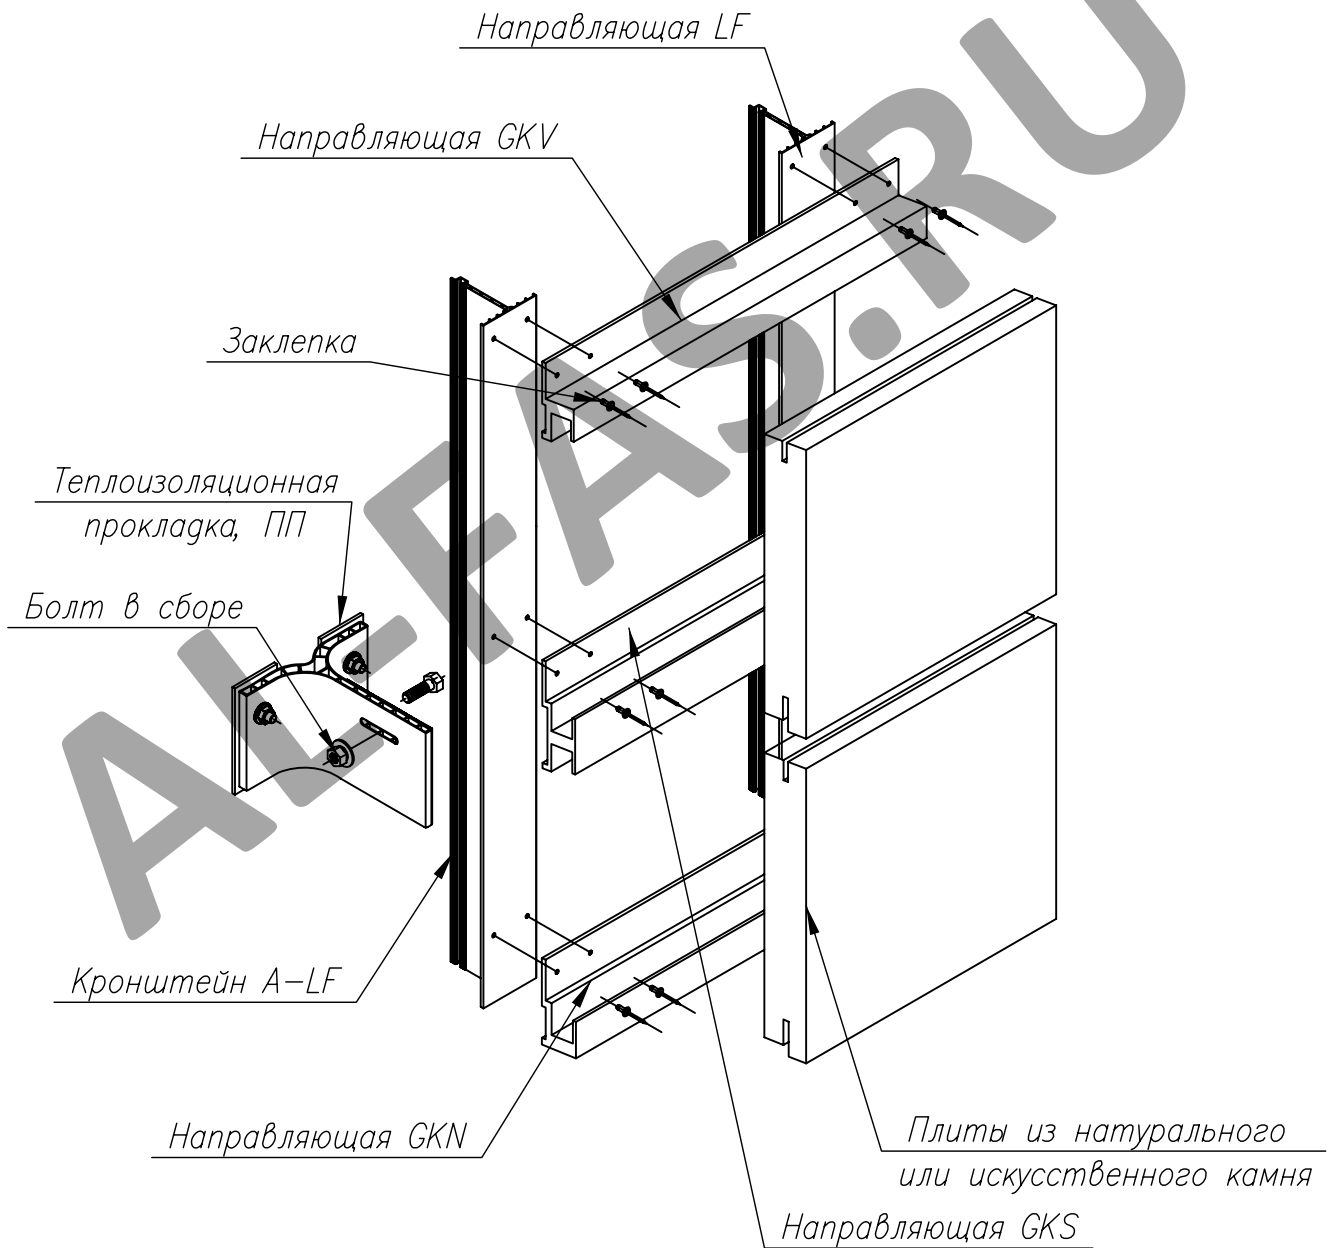

Рис. 4.
3.2. На направляющую GKN навешивается плита натурального или искусственного камня. Затем в верхний паз камня вставляется средняя горизонтальная направляющая GKS с зазором 3мм, крепится к вертикальным направляющим LF 350/LF 35 заклепками 4.0x10мм нерж/нерж. Повторить операции в последовательности описанные в п. 3.2 (рис. 4).